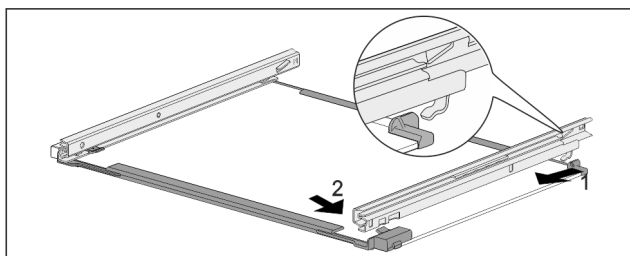

Fig. 72 Glasplade med skinner
- ▶ Fastgør skinnen bagtil. Fig. 72 (1)
- ▶ Lad skinnen gå i indgreb foran. Fig. 72 (2)